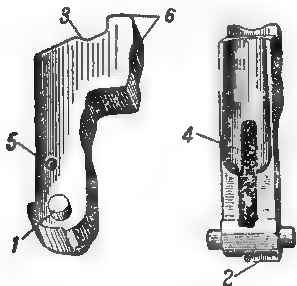

Рис. 31. Курок:
32. Курок (рис. 31) служит для нанесения удара по ударнику. Он имеет: цапфы для соединения со спусковой скобой; автоматический взвод для соединения с автоматическим спуском; боевой взвод для соединения с